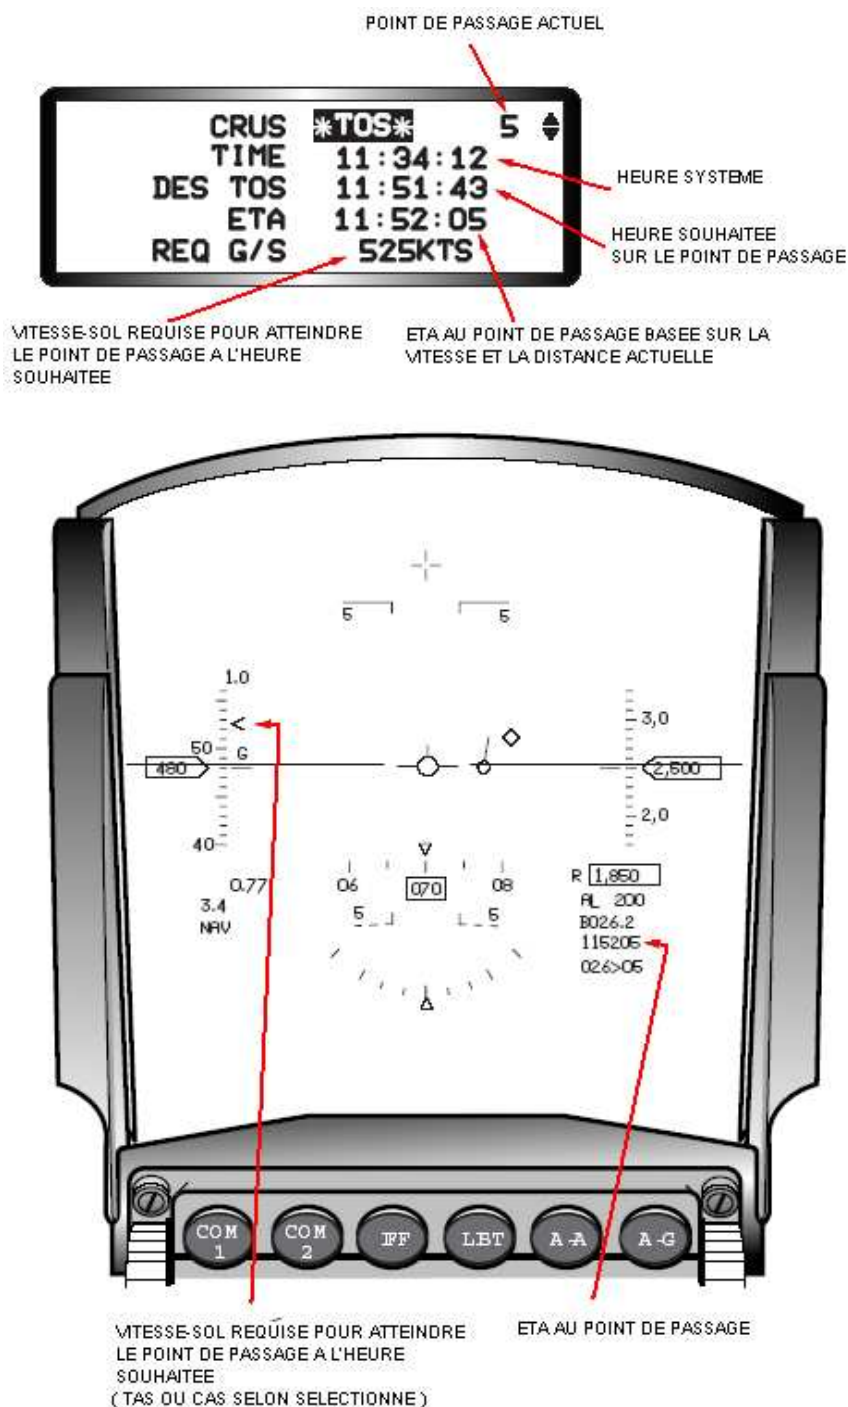

Figure 2-15 Option TOS CRUS
Le point de passage sélectionné, l'heure hack ou système, le TOS prévu, l'ETA au point de passage fonction des des conditions de vol actuelles et la vitesse-sol requise pour respecter le TOS sont affichés sur la page TOS CRUS du DED (Figure 2-15). Quand le mode TOS est sélectionné, un repère de vitesse est affiché sur l'échelle de vitesse du HUD qui représente la vitesse-air calculée (vitesse-sol (GS), Vitesseair -vraie (TAS) ou la vitesse-air corrigée (CAS) comme sélectionné) pour atteindre le point de passage au TOS prévu et le temps jusqu'au point de passage sur le HUD est remplacé par l'ETA au point de passage. Le pilote peut entrer les valeurs TOS pour chaque point de passage soit lors de la préparation de la mission et les charger avec le DTC, ou manuellement en utilisant l'UFC et la page TOS CRUS du DED.